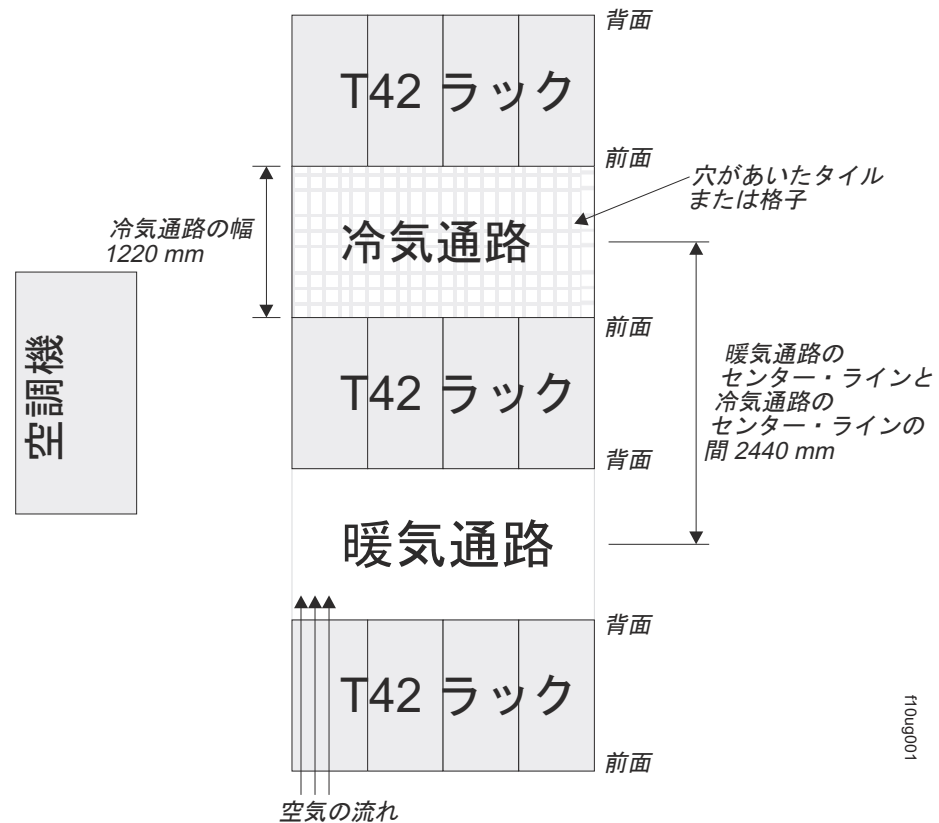

図 12. 冷気通路/暖気通路ラック・キャビネット構成の例
- 空気はラック・キャビネットの前面から入り、背面から出るようにすること。ラック・キャビネットから出る空気が、別の装置の取り入れ口に入らないようにするために、ラック・キャビネットを、背面と背面、あるいは前面と前面を合わせるようにして交互の行に配置する必要があります。この配置方法は「冷気通路/暖気通路」と呼ばれており、35 ページの図 12 にその図が示されています。